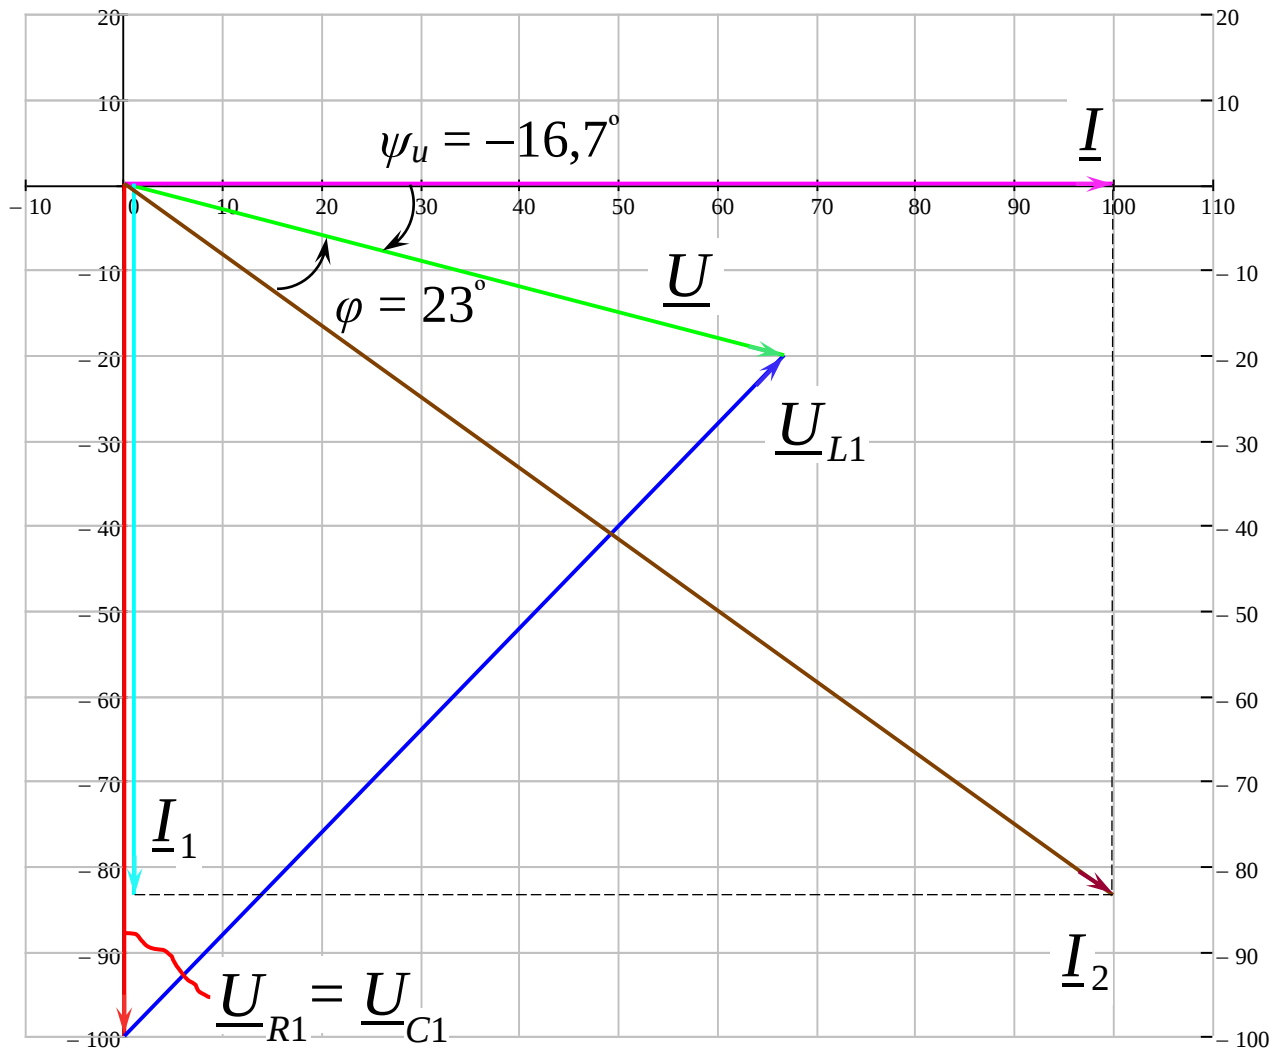

Рис. 4. Векторная диаграмма комплексных напряжений и токов
4. На основе расчетных данных пункта 2 построим векторную диаграмму комплексных напряжений и токов (рис. 4).